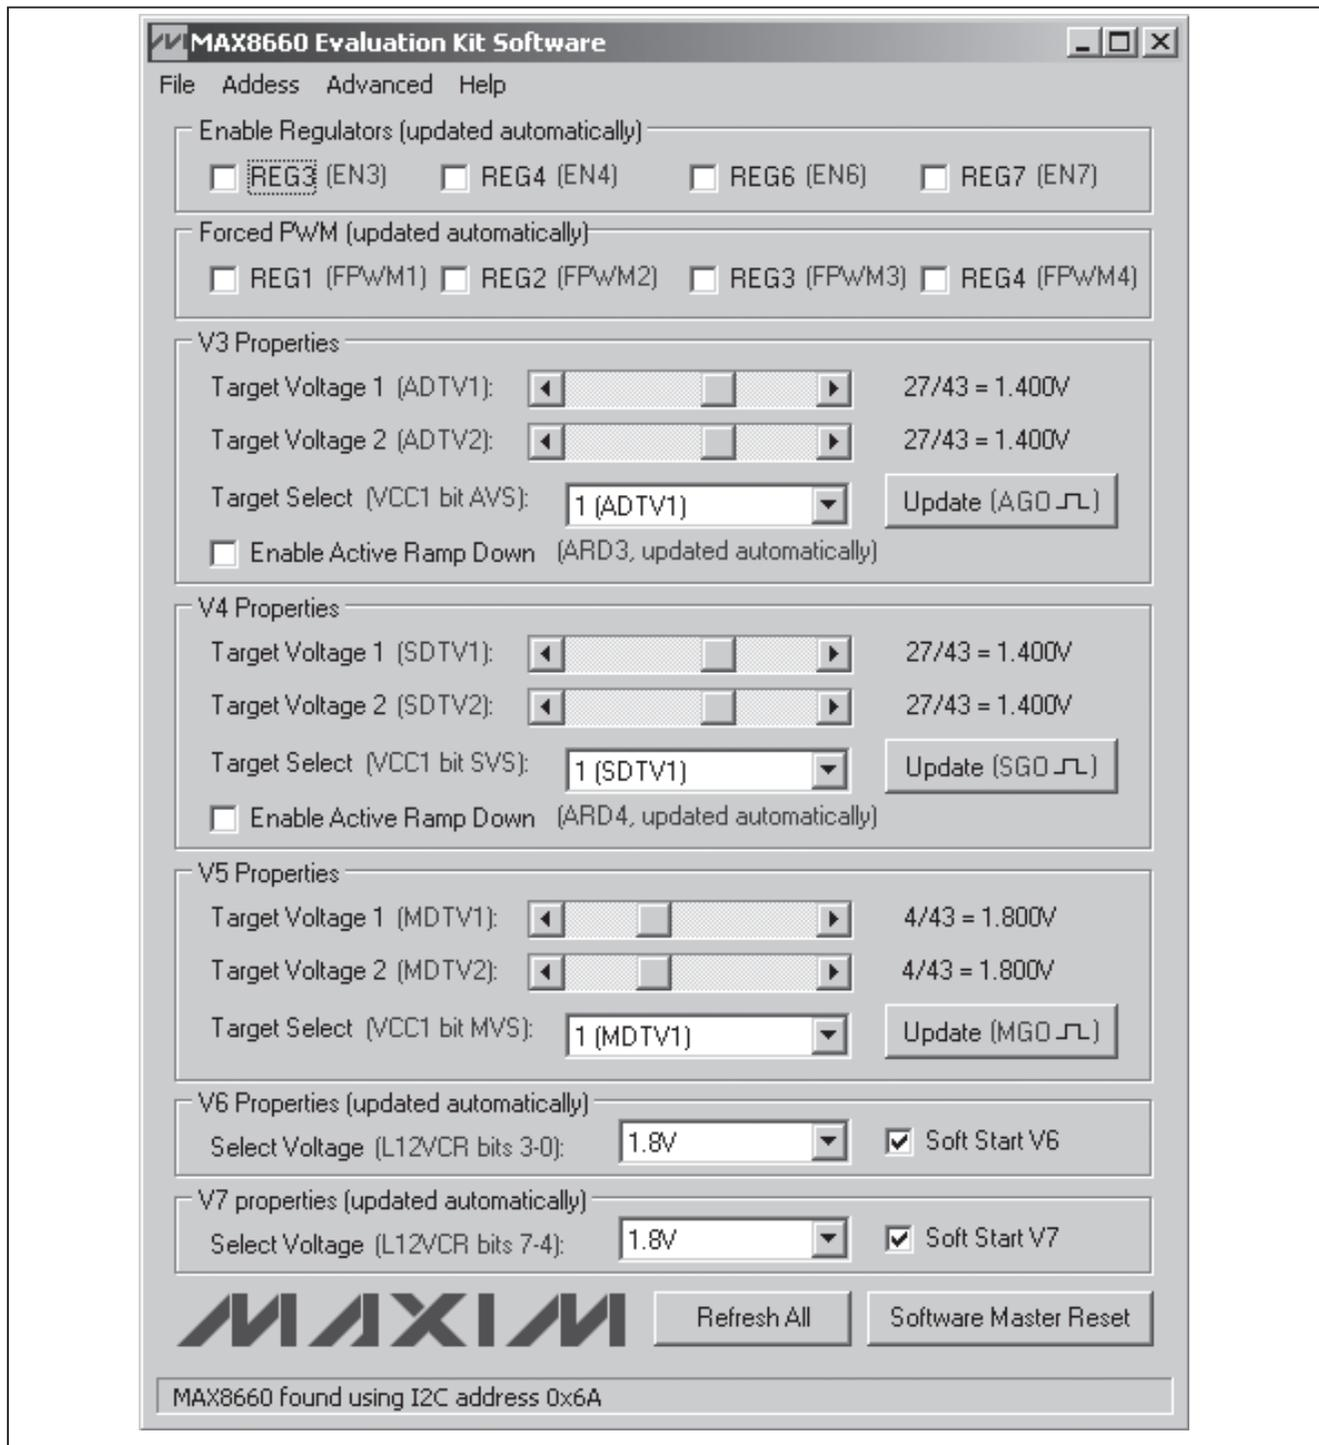

図2. MAX8660のEVキットのソフトウェアのメインインタフェース画面
- 17) **スタート**メニュー内のそのアイコンを開いて、MAX8660のEVキットのソフトウェアを立ち上げます。すると、メインのインタフェース画面が図2に示すように現れます。
起動時には、ソフトウェアは自動的にMAX8660を認識し、メインインタフェース画面を表示します。(図2を参照)。
MAX8660のすべてのI²C機能はメインインタフェース画面を通してアクセスされます。これは図2に示されています。